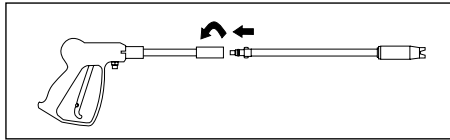

Figura 4 - Conexión de la pistola y lanza
1. Inserte la lanza en la pistola y gírela en el sentido de las agujas del reloj hasta que llegue a su tope, como se muestra en la Figura 4.